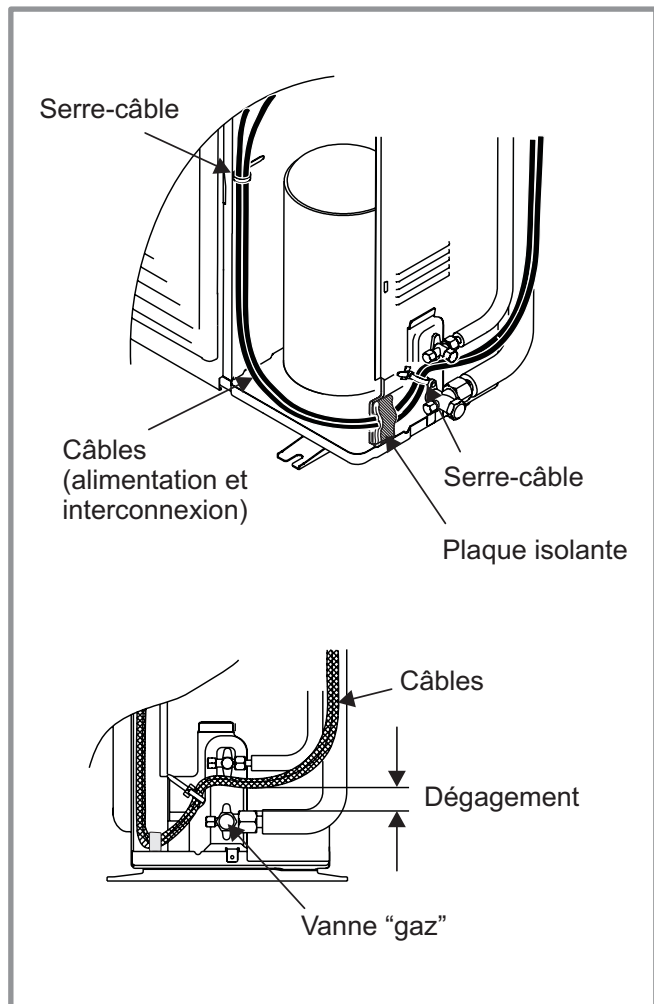

figure 34 - Finalisation de la connexion de l'unité extérieure
- Combler l'espace à l'entrée des câbles dans l'unité extérieure avec la plaque isolante (figure 34).